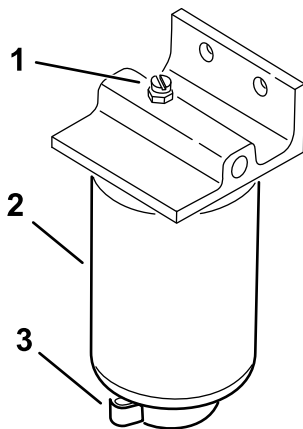

Рисунок 38
4. Откройте сливную пробку фильтра и клапан сапуна (Рисунок 38).